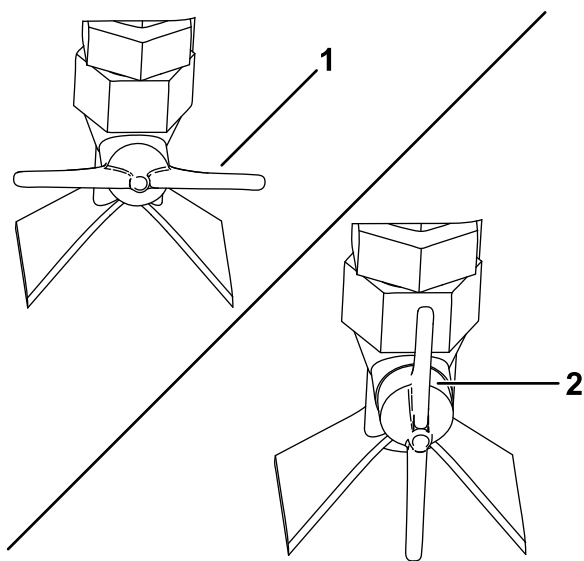

**Figure 91**
- Pour le jet en éventail – tournez la valve de pulvérisation sur le côté de la buse à l'horizontale (Figure 91).
- Pour le jet droit – tournez la valve de pulvérisation sur le côté de la buse à la verticale (Figure 91).